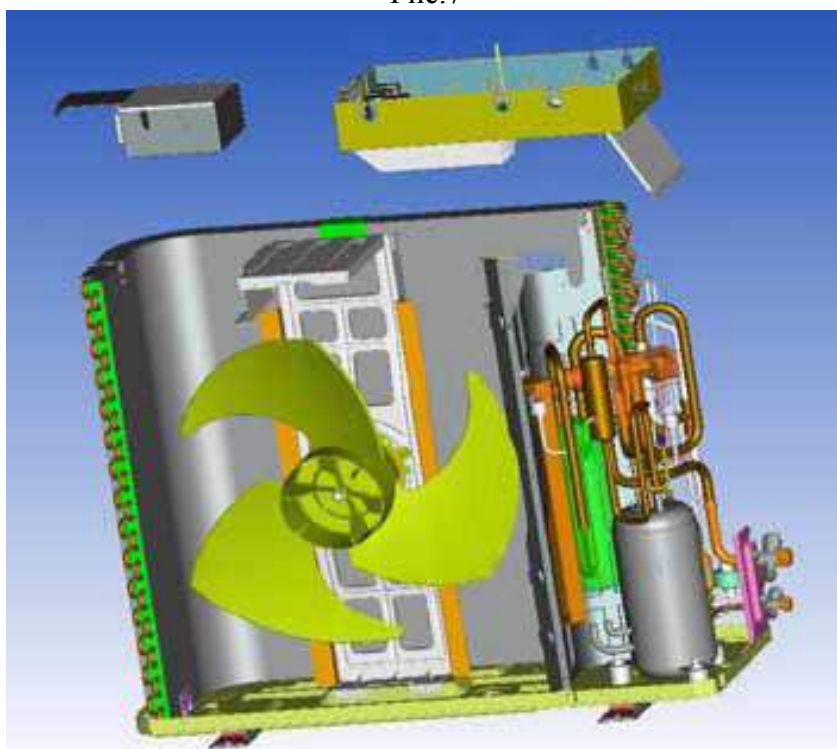

Рис.8
- Открутите два шурупа и снимите электрический блок(см.рис.8)